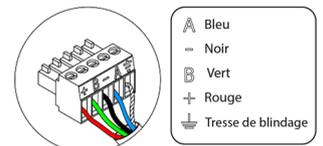

Fig. 22
- ② Pour la connexion au bus de connexion Airzone de la platine centrale vous disposez de 1 borne à 5 broches. Fixez les câbles à l'aide des vis de la borne, en respectant le code couleur (Fig. 22).